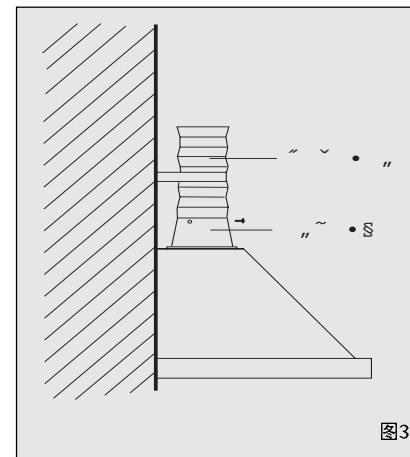

图 3
2. 将万向风管插入止逆阀座的槽内，并用 3 只 ST3x6 的螺钉紧固于止逆阀部件上（图 3）。
1. 将主机挂钩固定在膨胀螺栓上，用螺母紧固，并确认主机牢靠到位（图 3）。